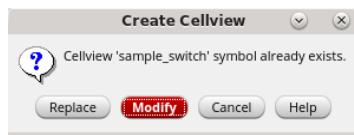

图 100 保存 Schematic 代码后弹出的对话框
6. 如果你已经在小节 3.2 中创建了 Symbol，那么这里将会弹出一个如图 100 所示的对话框，询问是否覆盖之前创建的 Symbol，这里点击 Cancel 按钮，并直接点击右上角的 x 按钮关闭 Schematic 视图。反之则进入下一步骤。